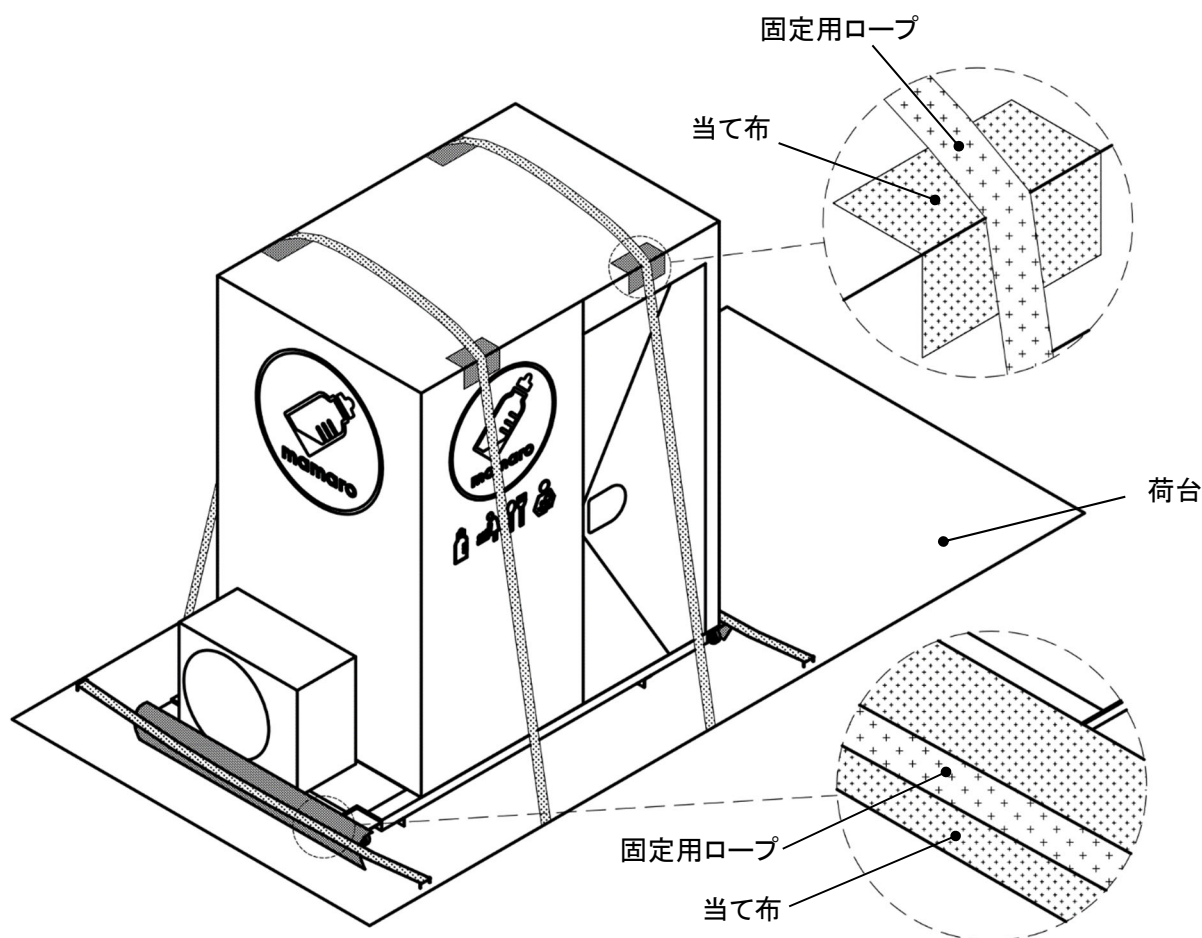

Fig. 3-1 車両への固定方法
-  ユニットをトラックの荷台に固定してください。その際、キャスターのロックを必ず行い、Fig. 3-1 のように屋根へロープ等をかけて固定してください。
- ① ユニットのキャスターをロックしてください。ロック付きのキャスターは後面側 2 ヶ所になりますので両方ロックしてください。
- ② 周囲の安全を確認し、フォークリフト、クレーンを使用し、トラックの荷台にユニットを積載してください。フォークリフト、クレーンの使用は「2.使用上の注意」を厳守し、後述する「II フォークリフトのご使用について」および「III クレーンのご使用について」に従ってください。
- ③ 荷台に積載したら Fig. 3-1 のように屋根および架台の左右をロープ等で荷台に固定してください。このとき、ロープとユニットがかかる位置に当て布をするようにしてください。